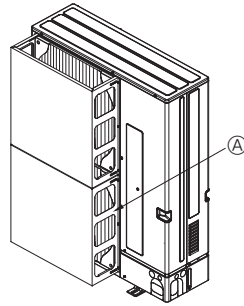

Fig. 2-4
- ② Ünite, tayfun ve başka nedenlerden oluşan güçlü rüzgarların doğrudan hava çıkışına girebileceği bir yere monte edilmişse, isteğe bağlı olarak sağlanan bir hava kılavuzu monte edin. (Fig. 2-4)